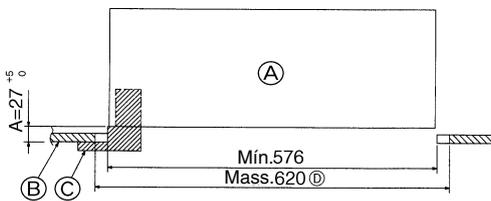

Fig. 8-2
①	Griglia	1	650 × 650 (mm)
②	Vite con rondella di frenata	4	M5 × 0,8 × 25 (mm)
③	Calibro	1
④	Dispositivo di attacco	2
⑤	Nastro	2
8.2. Preparazione dell'attacco della griglia (Fig. 8-2)